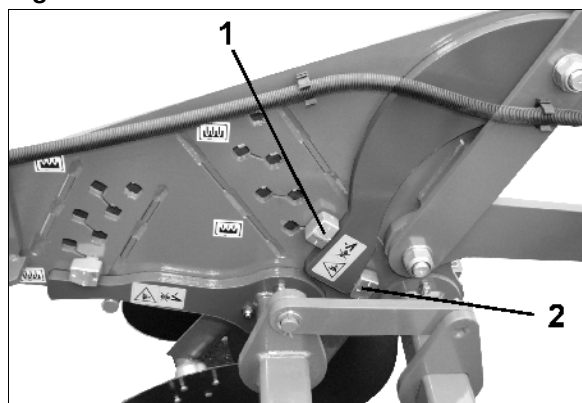

Fig. 13
- Arbetsdjupet för pinnarna styrs via inställningen av gummikilsvalsen eller ribbvälten. Inställningen sker genom att placera **AMAZONE**- excentersprintrarna (Fig. 13/1) i olika hål i stödmarna.